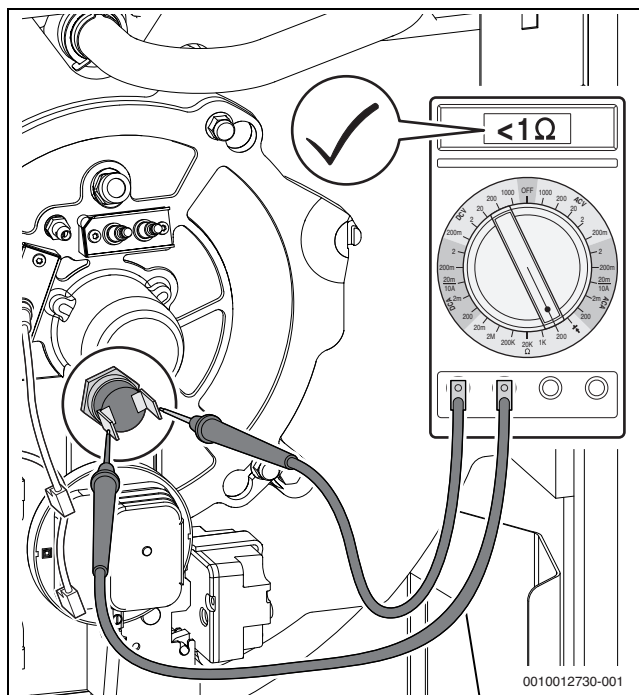

Fig. 88 Mesure de la résistance électrique sur les contacts du thermostat (thermostat opérationnel)
- Mesurer la résistance électrique sur les contacts du thermostat (→ fig. 88).